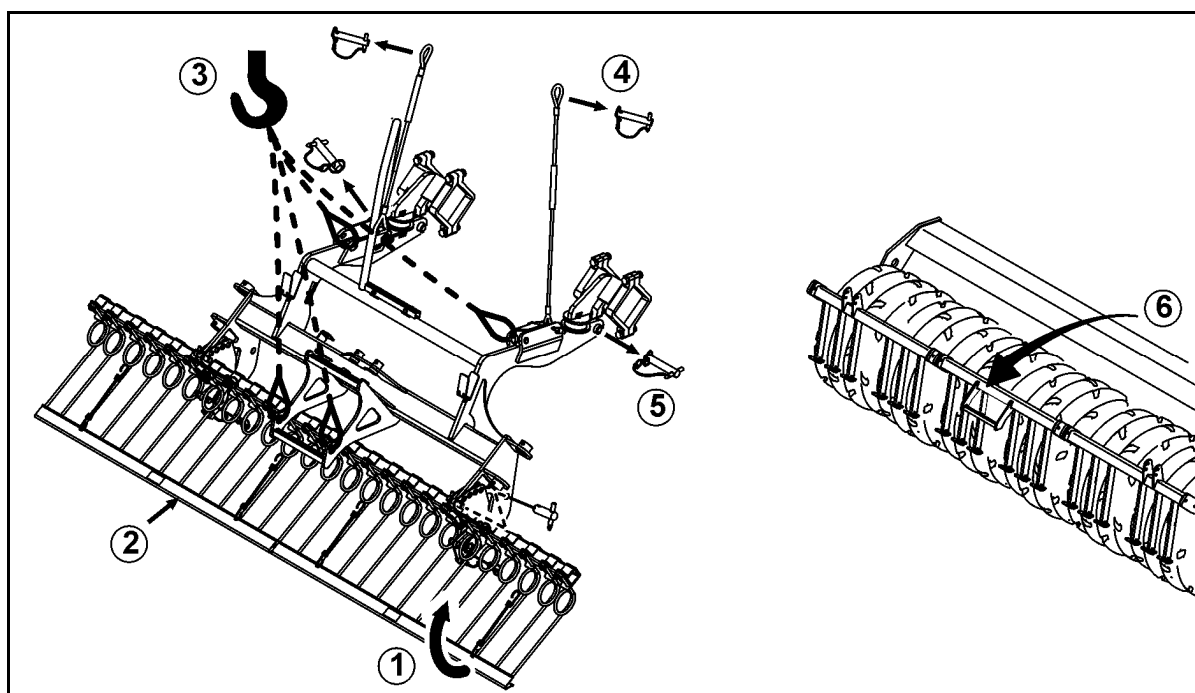

Fig. 34
1. Løft strigleenhederne, sæt bolterne i borerne og sikre med låseanordningen (Fig. 34/1).
2. Montér trafiksikringsskinner (Fig. 34/2).
3. Hæng efterstriglen op i en kran via de fire anhugningspunkter (Fig. 34/3).
4. Løsn maskinens stålwirer (Fig. 34/4).
5. Træk begge bolte ud af efterstriglen (Fig. 34/5).
7. Montér afstrygerrammen med trin (Fig. 34/6).